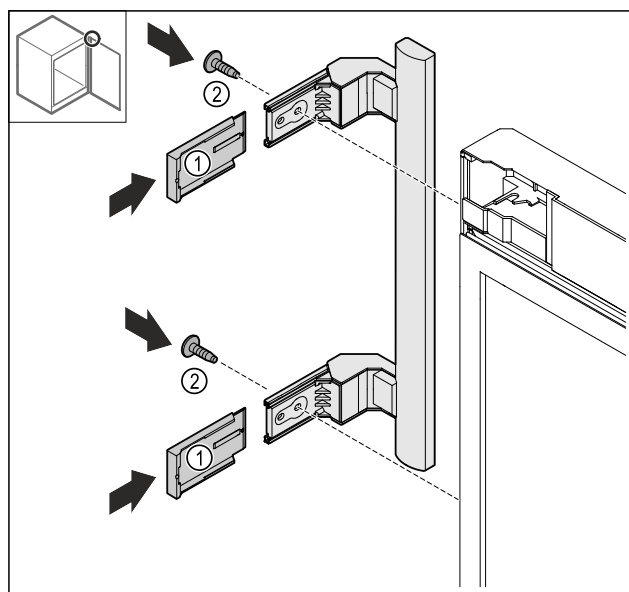

Fig. 25
- Skyv opp dekslene Fig. 25 (1).